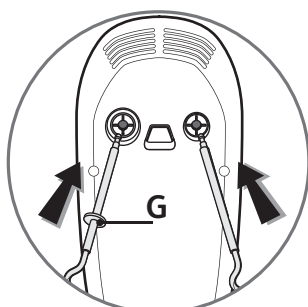

fig.1
verrouillez. **Les fouets et les malaxeurs ont une forme spécifique, le malaxeur ou le fouet avec le détrompeur (G) doit être mis à gauche, dans l'orifice le plus gros (Fig.1).**
• Utilisation sur le socle (H) : (Selon Modèle)
- Introduisez les tiges de chaque fouet (C) ou malaxeur (E) dans les orifices prévus à cet effet et verrouillez. **Les fouets et les malaxeurs ont une forme spécifique, le malaxeur ou le fouet avec le détrompeur (G) doit être mis à gauche, dans l'orifice le plus gros (Fig.1).**
- Placez le socle (H) sur le plan de travail :